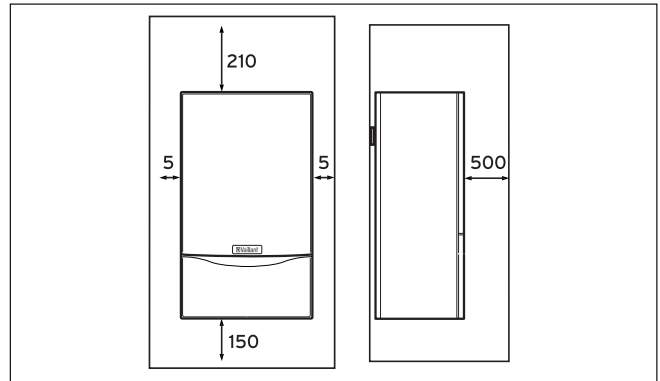

图2.1 最小的维修保养间距(单位: mm)
2.5 保留最小的维修保养间距(参见图2.1)
为了设备能得到有效的保养和维修，必须保留壁挂炉周围最小的维修保养间距（参见图2.1）。